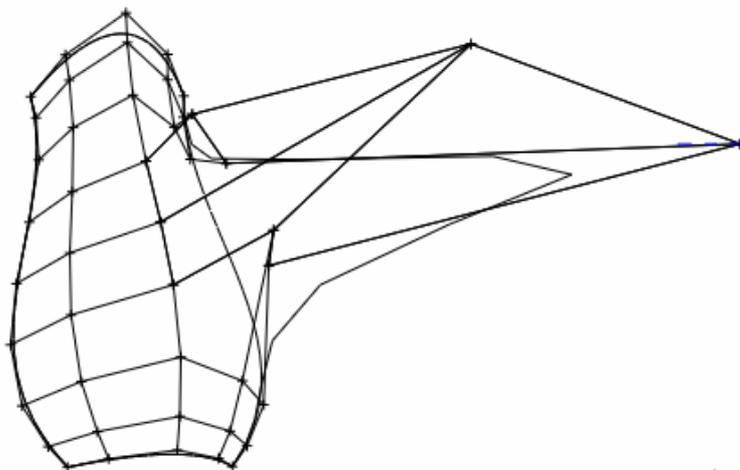

图 24-9
- (3) 在【移动平面】栏中选中“法向”选项，垂直拖动限定区域的网格点，调到合适位置，如图 24-9 所示。